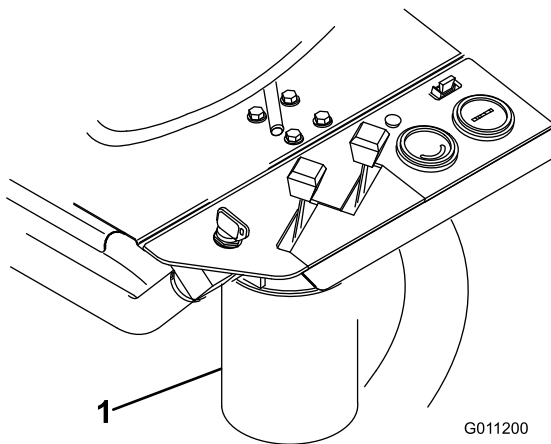

Figura 51
2. Limpie alrededor de la zona de montaje del filtro (Figura 51). Coloque un recipiente debajo del filtro y retire el filtro.